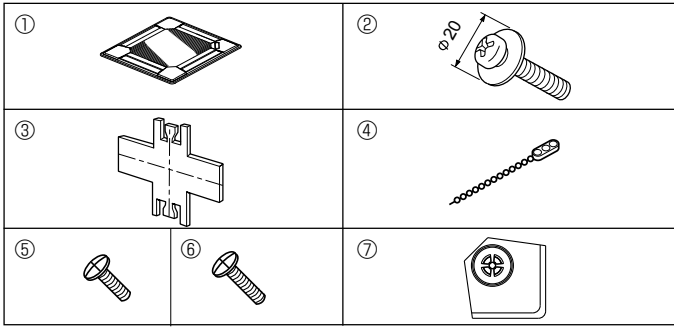

Fig. 5-1
5.1. İçindekilerin kontrolü (Fig. 5-1)